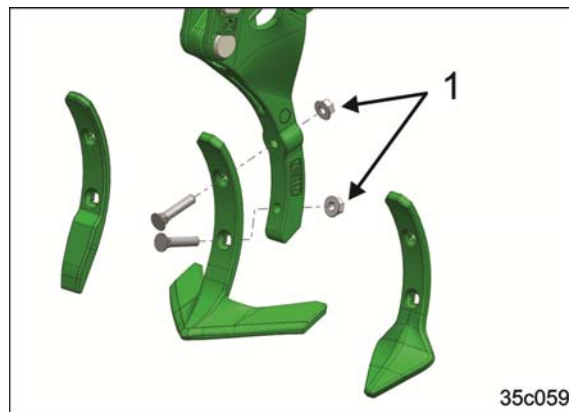

図 169
1. 取り付けナットを外します（図 169/1）。
3. 取り付けナットを締め付けます（図 169/1）。